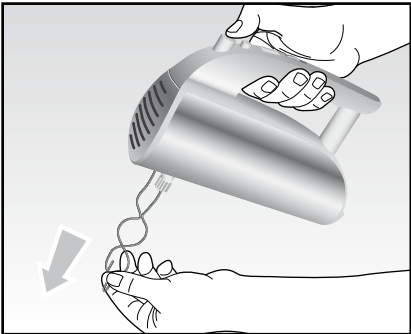

Fig. 3
- Voor het loshalen van de gardes verwijder eerst de motorbasis van de steun (N) door op de speciale knop loshalen (G) te drukken en ze naar buiten te trekken (Fig. 3).